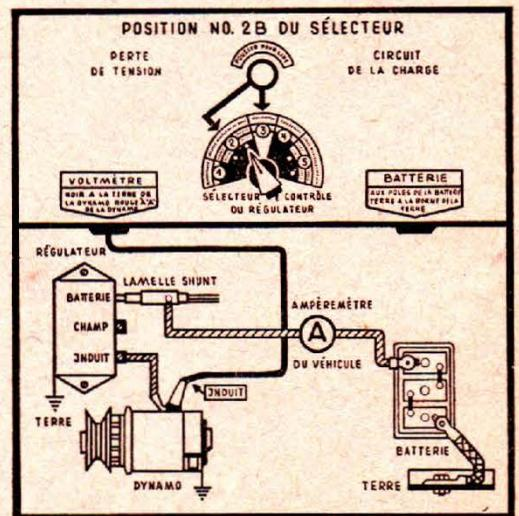

FIG. 7
**Perte de tension dans le circuit de charge (fig. 7).**